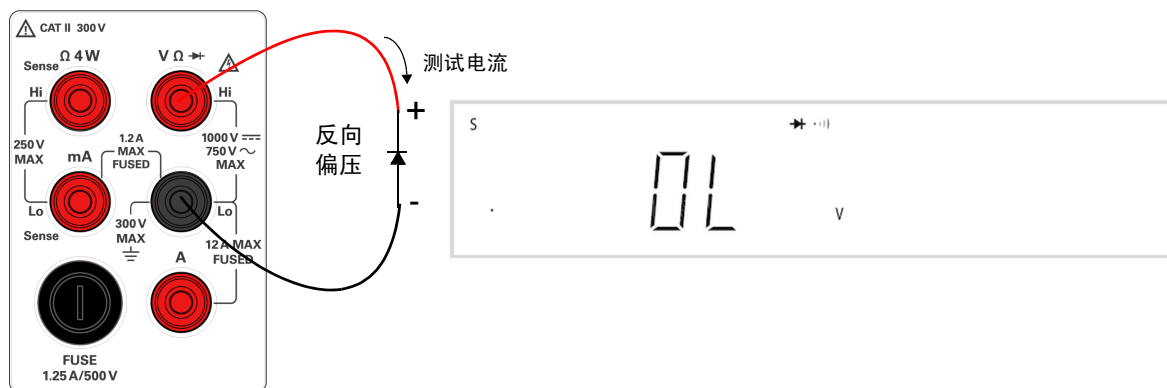

图 2-9 反向偏压二极管 / 持续性端子连接和显示
- 5 反转探头并再次测量二极管中的电压（请参阅图 2-9）。按照下面的准则评估二极管：